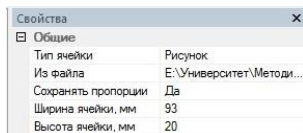

Рис. 33 Загрузка рисунка
7. Выделите нижнюю ячейку, установите ее тип - Рисунок (рис. 33) и загрузите файл с рисунком.